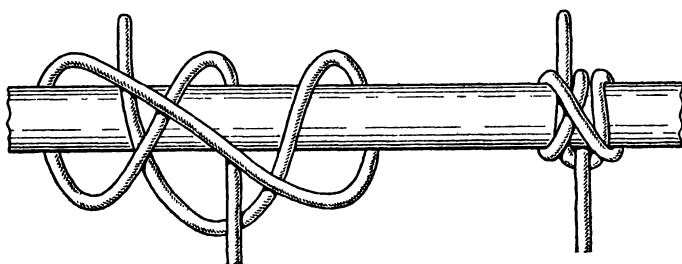

Рис. 61. Качельный узел
**Качельный узел** (рис. 61). При устройстве своими силами качелей выбор троса и узла, которым этот трос будет прикреплен к перекладине, имеет большое значение. От этого в основном и зависит надежность вашего самодельного сооружения.